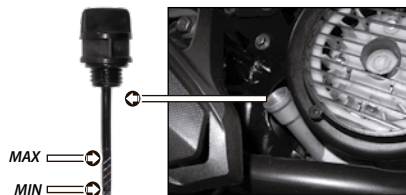

Imagen 12. Tapón-bayoneta del cárter.
2. Localizar el tapón-bayoneta del cárter en la parte inferior derecha de la italika **X150 G**. Ver imagen 12.